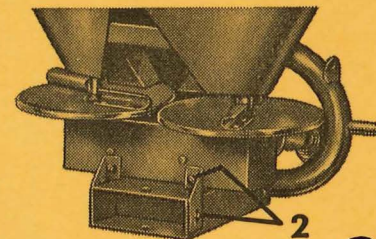

Abb. 10
- Vordere zwei Getriebebefestigungsschrauben (s. Abb. 10/1) lösen und hintere Getriebehalter (Abb. 10/2) abschrauben. Getriebe abnehmen!